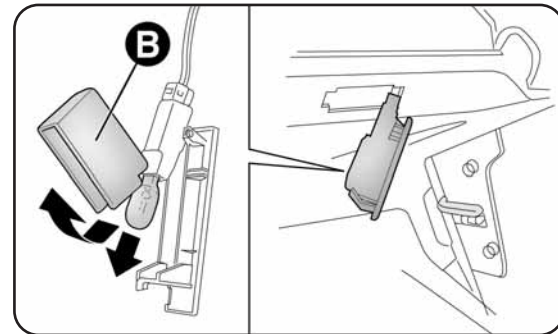

fig. 33
- ouvrir la protection B-fig. 33 et remplacer la lampe clipsée ;